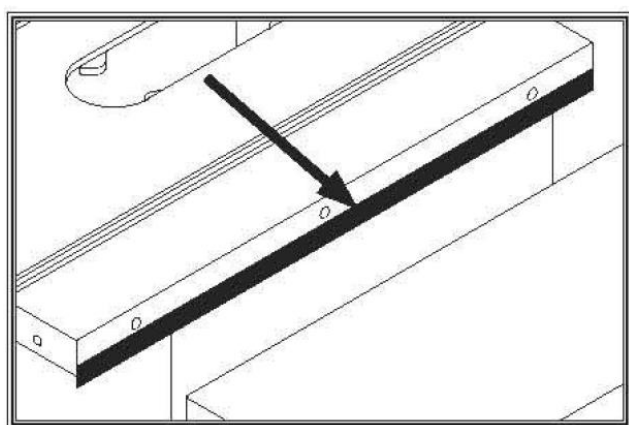

Рисунок 19. Расположение клейкой ленты для наклона удлинительного стола вверх.
- Если наружный конец удлинительного консоли стола наклоняется вниз, снимите консоль и поместите полоску клейкой ленты вдоль нижнего края основного стола, чтобы выровнять конец консоли вверх (см. рисунок 19).